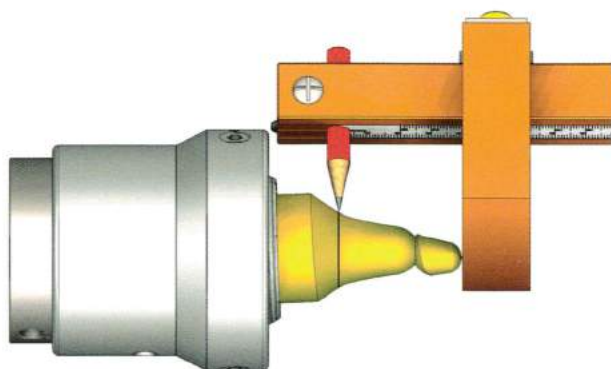

Fig. 4
- Un trusquin à crayon et réglet gradué pour établir les tracés répétitifs sur les pièces excentrées qui vous intéressent ici (Fig. 4).